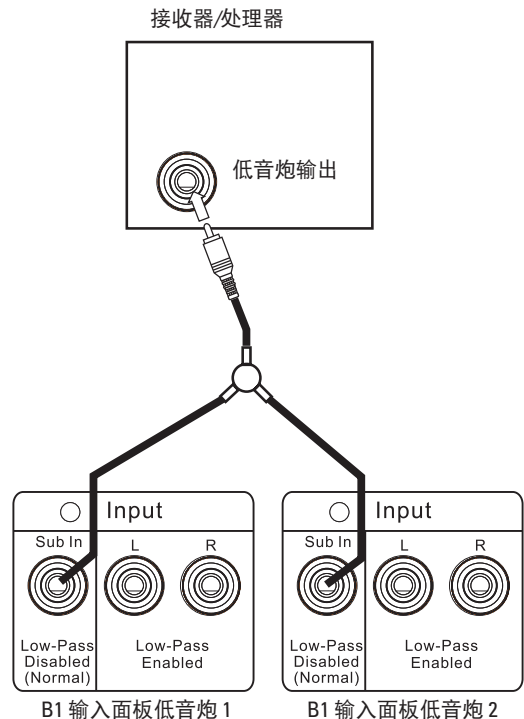

图 11: 连接至多个 B1 低音炮
1. 使用 RCA 跳接线，将处理器/接收器的低音炮或 LFE 输出连接至 Y 型适配器的一个输入，如图 11 所示。